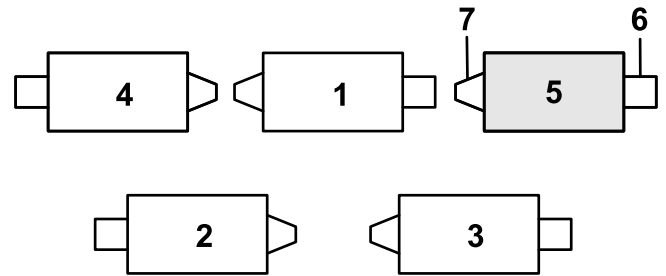

Figure 12
- 1. Si la goupille fendue est placée dans le trou arrière de la tige du ressort de compensation, retirez-la et insérez-la dans le trou près du support (Figure 12).